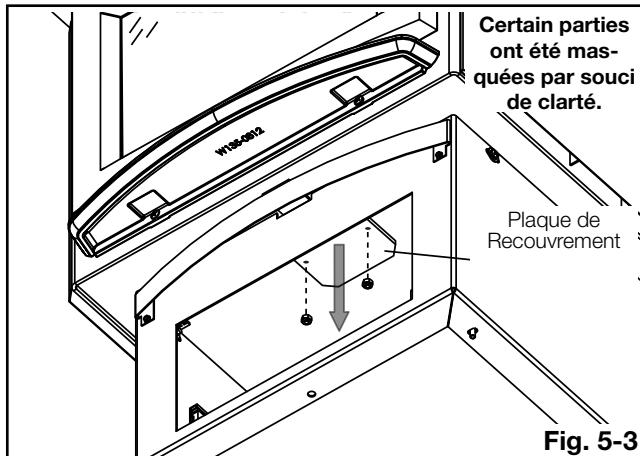

Fig. 5-3
- Du bas de l'appareil, retirez les écrous servant à fixer la plaque de recouvrement d'ouverture de cendres (**Fig. 5-3**). Jetez la plaque de recouvrement et les écrous.